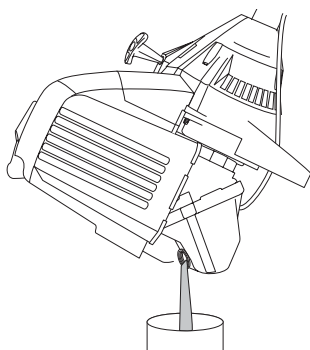

Fig. 42
3. Versez l'huile de l'orifice de remplissage dans un récipient en inclinant l'appareil à la verticale (Fig. 42). Allouez assez de temps pour une vidange complète.